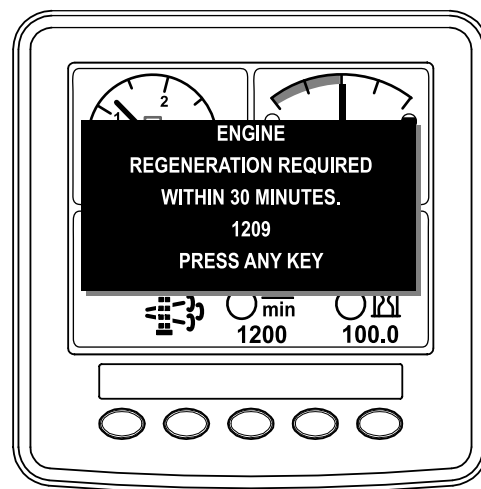

Figure 46
- Si vous passez outre la requête d'une régénération stationnaire (affichée sur l'InfoCenter) et que vous continuez à utiliser la machine (Figure 46), une quantité critique de suie risque de s'accumuler dans le FAP.